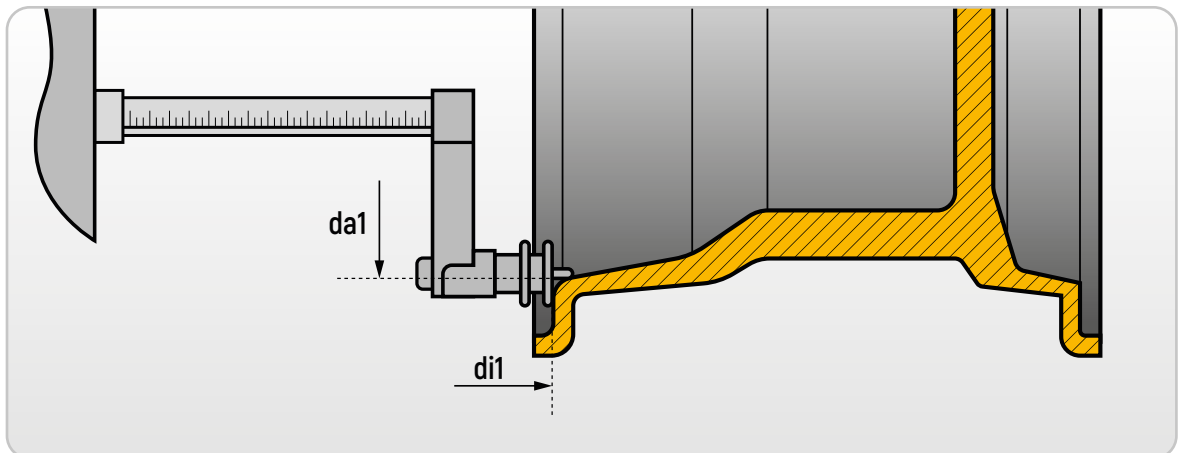
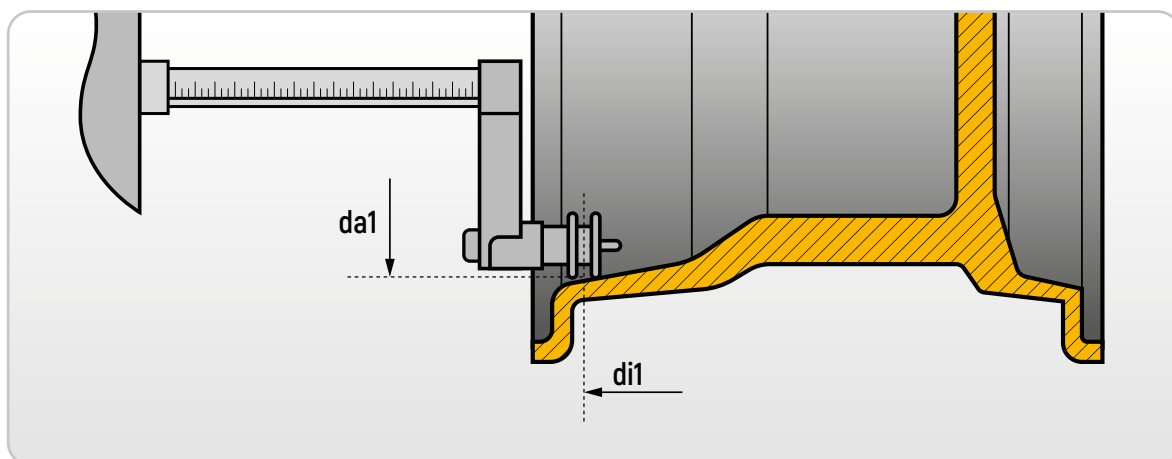

Figura 6.7 Leitura Automática da distância da face interna no Tipo de programas ALS1
Figura 6.8 Leitura Automática da distância da face interna no Tipo de programas ALS2
3. Retire o sensor de Distância/Diâmetro e coloque-o no aro que corresponda à face interna escolhida para aplicar o peso de balanceamento. Veja a **Figura 6.7** para o Tipo de programas ALS1 e a **Figura 6.8** para o Tipo de programas ALS2.